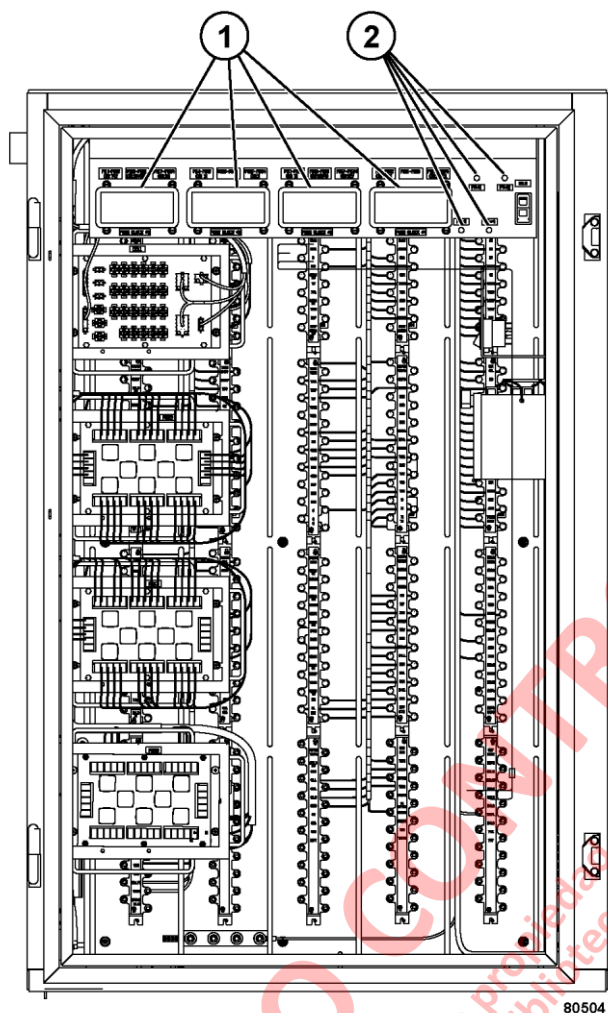

FIGURA 3-3. GABINETE DE CONTROL AUXILIAR - VISTA FRONTAL
Cuatro bloques de fusibles (1, Figura 3-3) y cuatro porta-fusibles (2) contienen fusibles que protegen diversos circuitos en el camión. Siempre cambie un fusible quemado por uno de la misma capacidad. Para una lista de los tamaños de fusibles y circuitos, consulte el Cuadro de Bloques de Fusibles al final de esta sección.